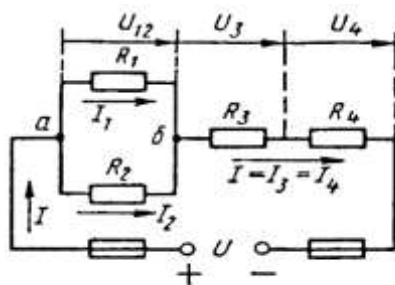

Рис. 1
Условие задачи. Цепь постоянного тока со смешанным соединением состоит из четырех резистором. Заданы схема цепи (рис. 1), значения сопротивлений резисторов:
2) обозначим токи  $I_1, I_2, I_3, I_4$  на (рис. 1) стрелками и определим их
Формулировка закона: алгебраическая сумма токов в узловой точке равна нулю. Математическая запись для узла б схемы цепи рисунок 1:
В замкнутом контуре (рис. 1) приложенное напряжение  $U$  (аналогично ЭДС при внутреннем сопротивлении источника тока, равному нулю) и падения напряжения